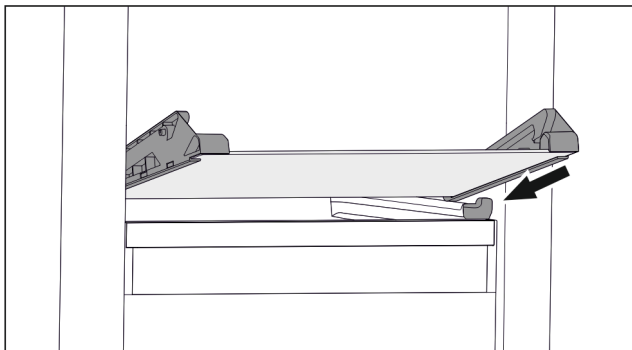

Fig. 109 Placa de vidrio del cajón inclinable
- ▶ Coloque la placa de vidrio inclinada detrás de los topes. (consulte Fig. 109)